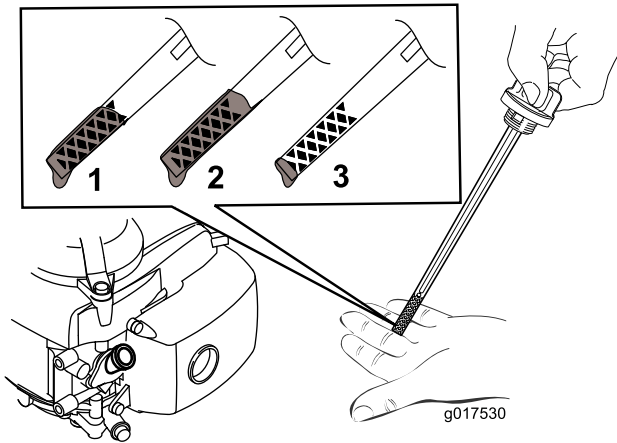

Bild 5
2. Entfernen Sie den Peilstab, indem Sie den Deckel nach links drehen und herausziehen (Bild 5).
7. Lesen Sie den Ölstand am Peilstab ab. (Bild 5)